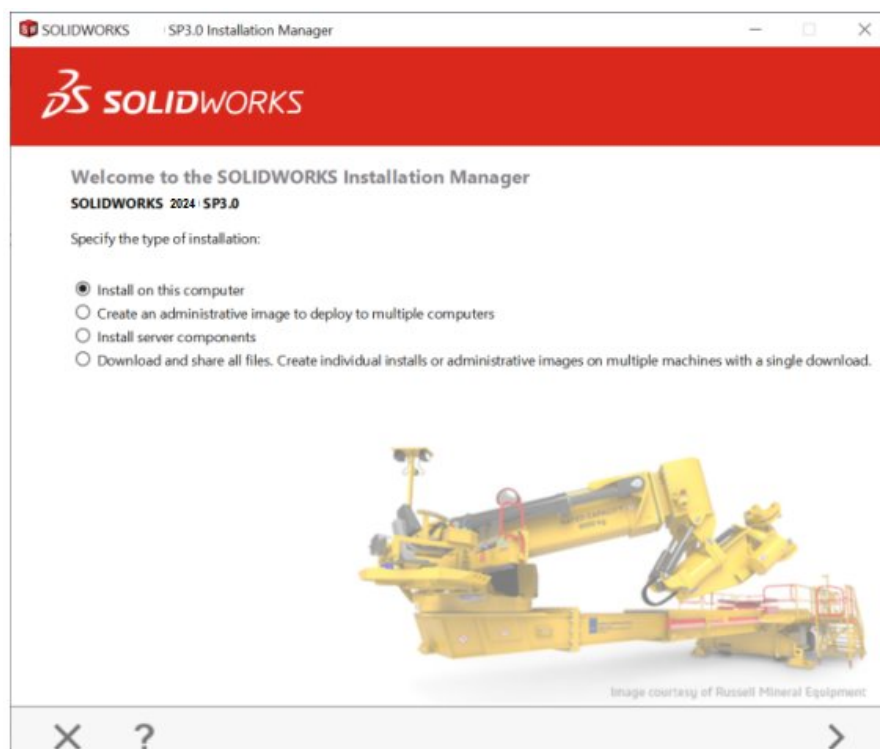

Рисунок 1.3 - Інсталяція SOLIDWORKS
- і) після закінчення кроку 10, автоматично буде запущений інсталятор SOLIDWORKS. Вибрати операцію «Install on this computer», дивись рисунок 1.3.